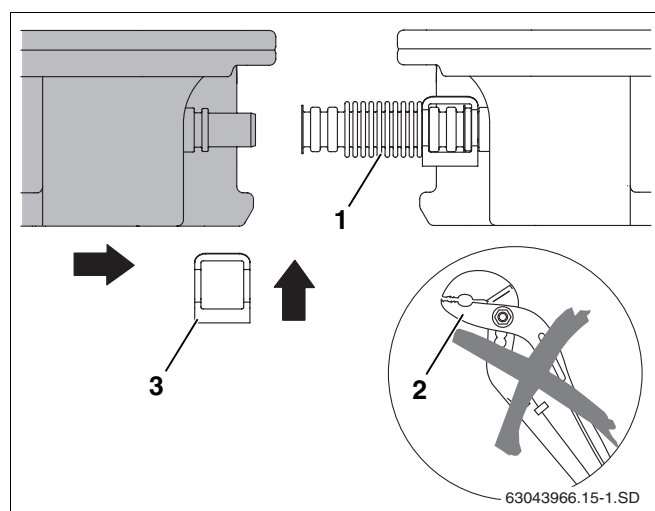

Рис. 26 Придвинуть второй коллектор к первому
- Не применяйте никаких инструментов, такие как плоскогубцы и др. (рис. 26, **поз. 2**). Они могут повредить гофрированную трубу.
- Второй коллектор придвинуть к первому так, чтобы его штуцеры попали в уже установленные гофрированные трубы (рис. 26, **поз. 1**) первого коллектора.
- Установить зажимы (рис. 26, **поз. 3**) на гофрированные трубы на штуцерах второго коллектора.